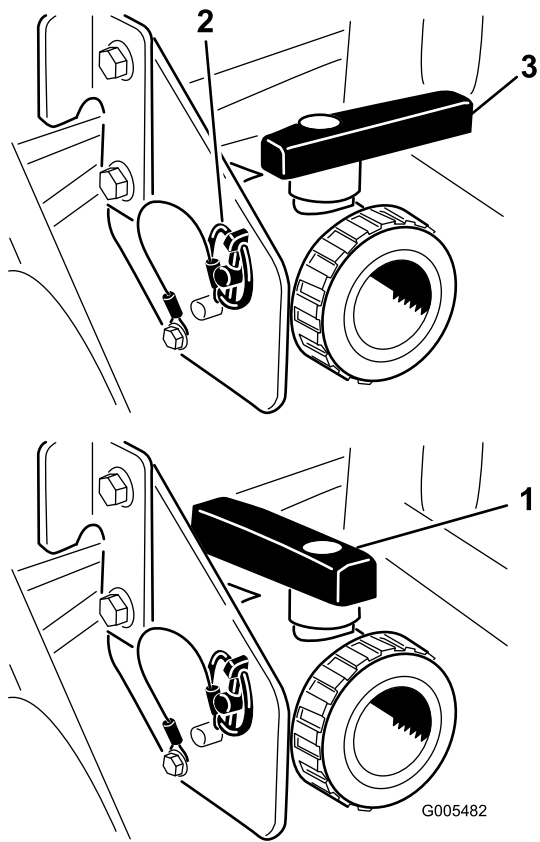

Bild 28
Öffnen Sie das Ventil, sodass nicht verwendete Materialien vom Behälter ablaufen können und entsorgen Sie diese gemäß der lokalen Vorschriften und der Vorschriften des Herstellers (Bild 28). Nehmen Sie nach dem Ablassen den Klappstecker von der Halterung ab, mit der das Ablassventil an der Maschine befestigt ist, und legen Sie das Ventil auf den Boden. Dann kann Restmaterial in der Leitung ablaufen.
3. Wenn der Behälter ganz geleert ist, setzen Sie das Ventil mit dem vorher abgenommenen Klapstecker im Rahmen ein und schließen Sie das Ablassventil (Bild 28).